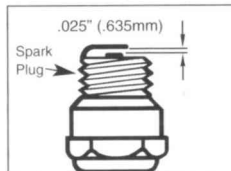

Fig. 25
1. Pour retirer la bougie d'allumage (B) (Fig. 25) pour nettoyage ou remplacement : assurez-vous que le moteur est éteint, que la bougie est froide, puis saisissez la coiffe de bougie fermement et retirez la bougie. Retirez la bougie avec un outil à bougie approprié. Inspectez, nettoyez ou remplacez si nécessaire.